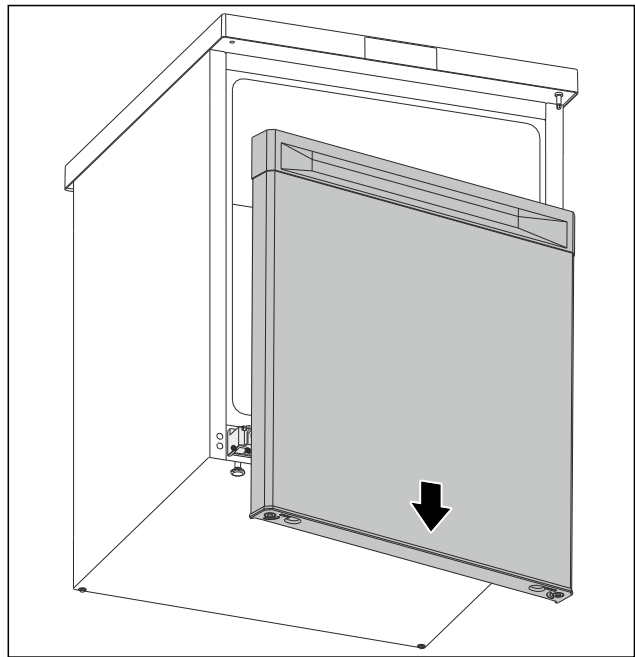

Fig. 8
- Verwijder de deur naar beneden. (zie Fig. 8)